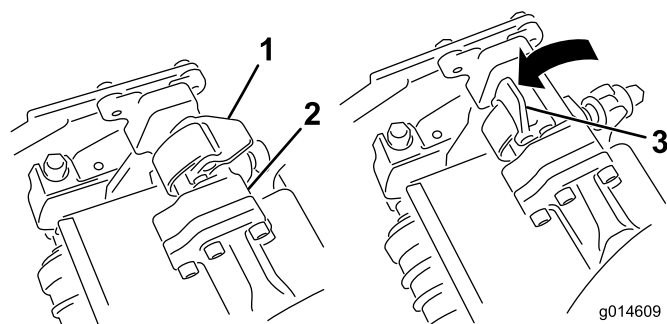
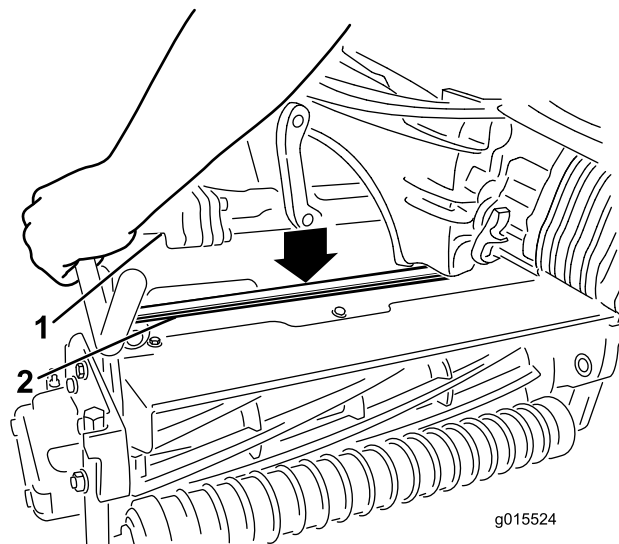

Figure 32
Figure 33
4. Les verrous de la barre de bras de suspension étant orientés en haut (c.-à-d. ouverts) (Figure 32), poussez le bras de suspension vers le bas pour que la barre s'engage sur la barre transversale en haut du plateau de coupe (Figure 33).
5. Fermez les verrous autour de la barre du plateau de coupe et bloquez-les en place (Figure 32).
5. Ouvrez les verrous sur la barre du bras de suspension appartenant au plateau de coupe que vous voulez déposer (Figure 32).